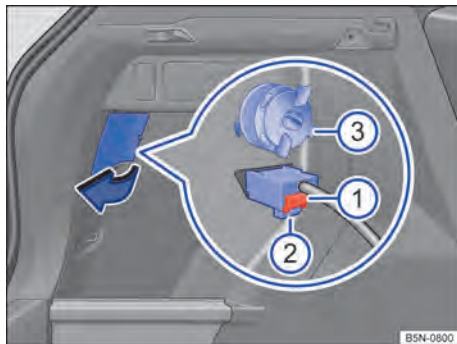

Fig. 217 Lateral del maletero: desmontaje del grupo óptico trasero.
- Abra el hueco que hay en el guarnecido lateral del maletero por la zona del grupo óptico trasero en el sentido de la flecha → **fig. 217**.
- Extraiga el bloqueo rojo → **fig. 217** **①** del conector y desacople este **②**. En caso necesario, utilice una herramienta adecuada para soltar dicho bloqueo rojo.
- Desbloquee el tornillo de fijación en el sentido contrario al de las agujas del reloj → **fig. 217** **③**.
- Con una mano sostenga el grupo óptico trasero en la posición de montaje y con la otra enrosque fijamente el tornillo de fijación → **fig. 217** **③**.